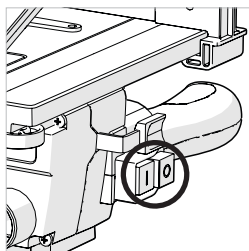

Fig. 20
1. Interruptores ON/OFF de la sierra de mesa (Fig. 20)
- Presione el botón verde (I) para encender el motor.
- Presione el botón rojo (O) para apagar el motor.